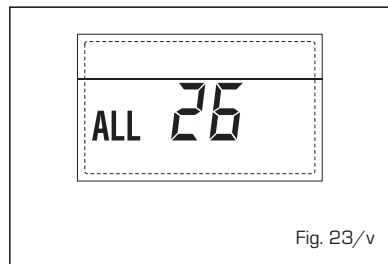

Fig. 23/v
- ANOMALÍA COHERENCIA APLICACIÓN SOLAR "ALL 27" (fig. 23/w)